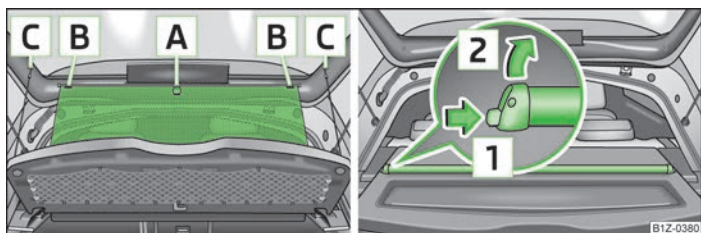

Fig. 34 Rulou parasolar: derulare/demontare
► Trageți rulou parasolar de curelușă **A** și agățați-l în suporturile **B** » fig. 34.
► Scoateți rulou parasolar din suporturile **B** » fig. 34 și țineți-l de curelușă **A**, astfel încât să se poată rula încet în carcasa de pe masca portbagajului, fără a fi deteriorat.
- Desprindeți elementele de fixare **C** din masca portbagajului » fig. 34.